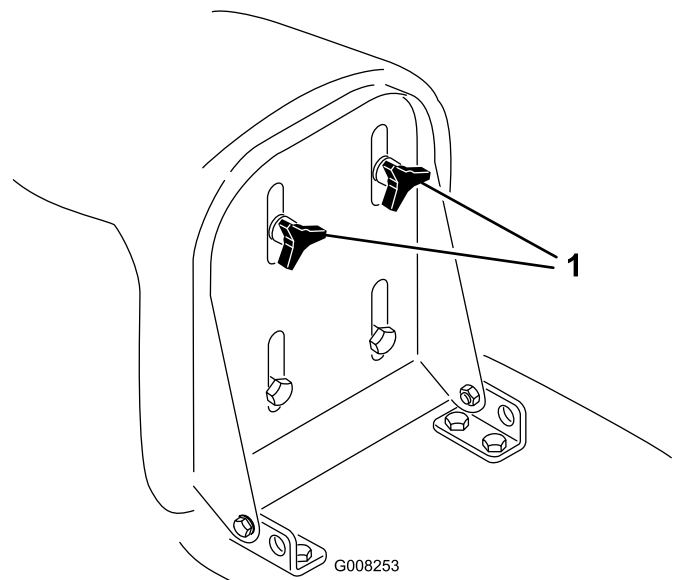

Figura 6
1. Suba el asiento y afloje los pomos de ajuste (Figura 6).